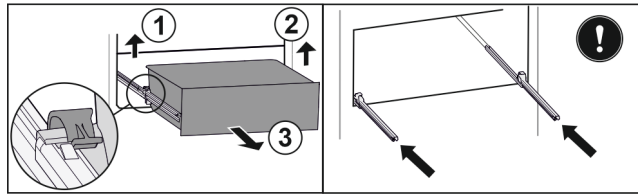

Fig. 126
- ▶ Linke Klemme anheben und gleichzeitig Schubfach links nach vorne ziehen. Fig. 126 (1)
- ▶ Rechte Klemme anheben und gleichzeitig Schubfach rechts nach vorne ziehen. Fig. 126 (2)
- ▶ Schubfach nach vorne entnehmen. Fig. 126 (3)